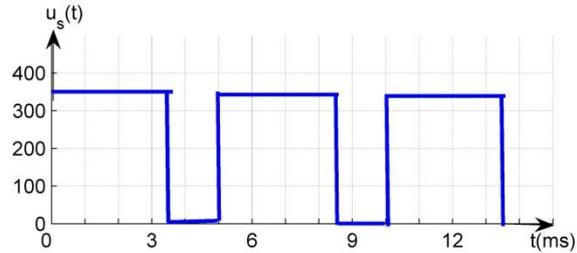

Fig 2
2. La tension  $u_s(t)$  prend l'allure représentée sur la figure 2. A partir de cette figure, déterminer :